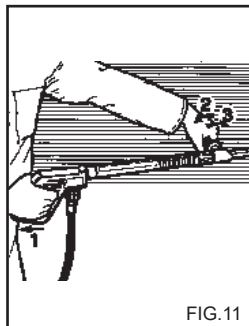

FIG.11
**KAKSINKERTAISEN KÄRKIOSANTAISÄÄDETTÄVÄN PÄÄN (Fig. 11) KÄYTTÄMINEN.** (Valinnainen lisävaruste).